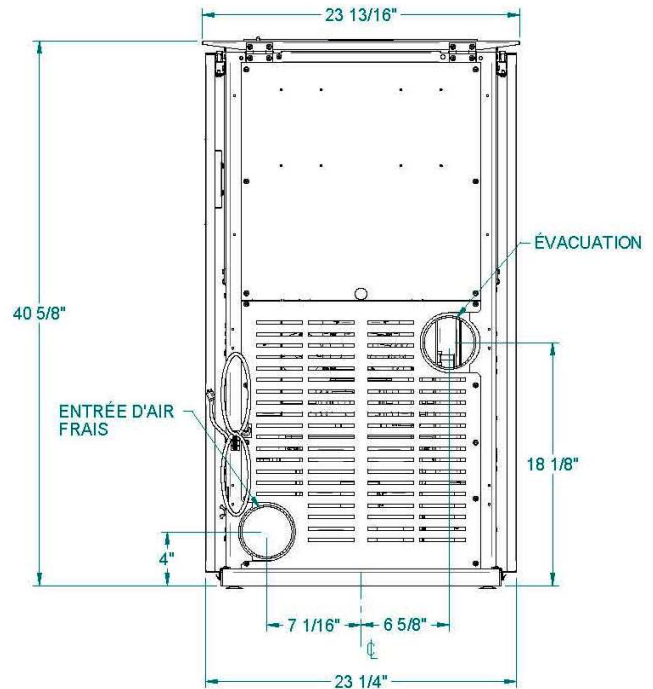
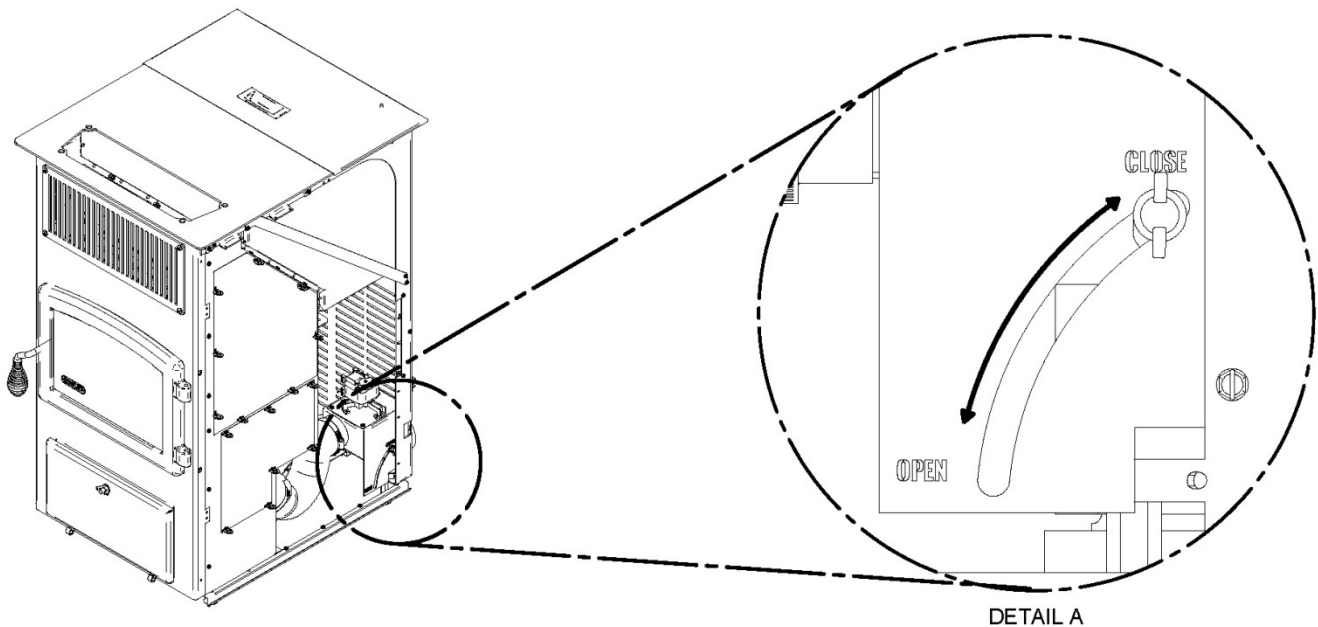

FIGURE 5
FIGURE 6.
. Un tuyau métallique isolé, rigide ou flexible, d'un diamètre intérieur de 4", doit être raccordé à la buse prévue à cet effet, à l'arrière du poêle (voir figures, 4, 5, et 6). Un garde anti-rongeur en métal déployé doit protéger l'entrée (voir figure 5). Toutes les connexions doivent être scellées à l'aide de collets de serrage ou de ruban métallique UL-181-AP. D'autre part, vérifiez que le registre d'air frais est toujours ouvert pendant que le poêle est en fonction. Le clapet d'admission d'air frais est situé à l'arrière du poêle du côté droit (voir figure 6).
2. Marquez la position du trou au mur directement derrière la buse d'évacuation (voir figure 5).